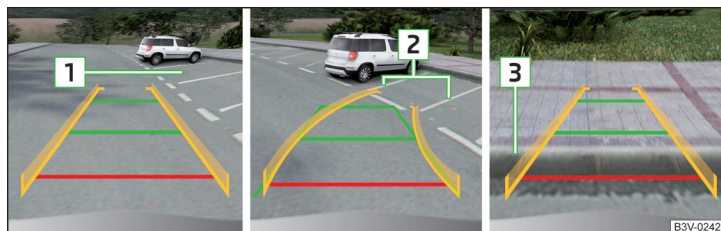

Fig. 280 Visualización de la pantalla
- Desplazarse lentamente por la plaza de aparcamiento **1** » fig. 280 y parar el vehículo.